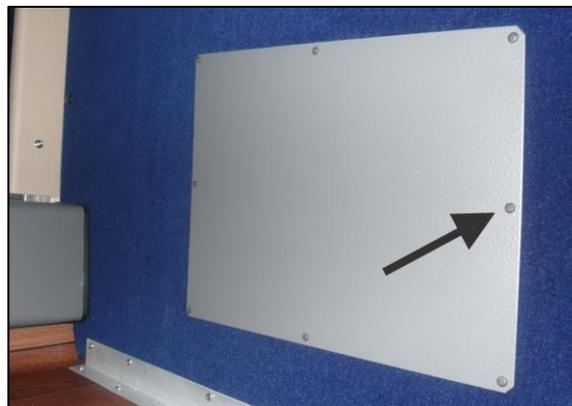

FIGURE 11
- Retirer les vis (8) du panneau de l'ouverture de service des toilettes (Figure 11).